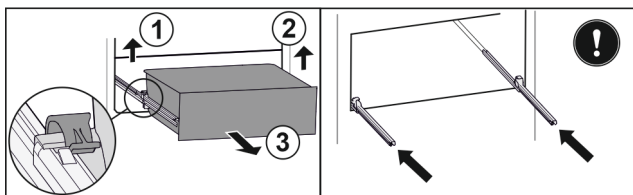

Fig. 79
- ▶ Dvignite levo spojko in hkrati povlecite predal levo naprej. Fig. 79 (1)
- ▶ Dvignite desno spojko in hkrati povlecite predal desno naprej. Fig. 79 (2)
- ▶ Predal vzemite ven v smeri naprej. Fig. 79 (3)